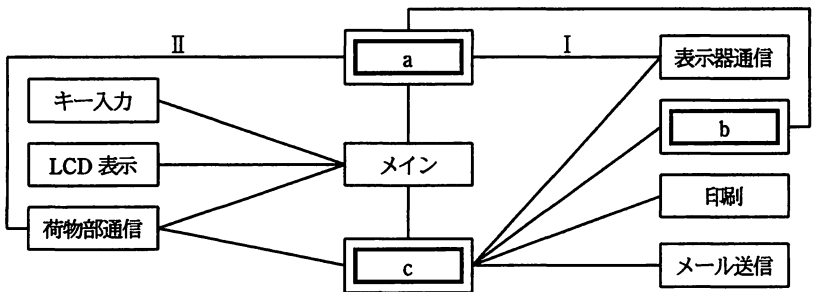

図 2 制御部のタスク関連図
- (1) 図 2 中の a ～ c に入れる適切なタスク名を答えよ。
- (2) 図 2 中の I で送信されるメッセージに含まれる情報として、住戸番号と荷物データの削除指示のほかに必要な荷物データの情報を答えよ。